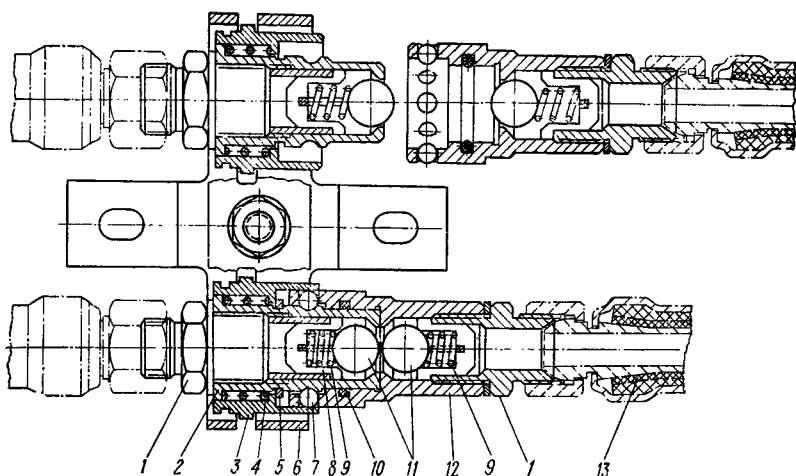

Рис. 75. Разрывная муфта с кронштейном:
1. Закрепите кронштейн *б* (рис. 75) в сборе с муфтами неподвижно на раме орудия (машины) так, чтобы его продольная ось совпала с линией тяги.